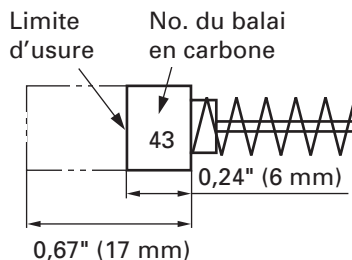

Fig. 30
4. **Contrôle des balais en carbone (Fig. 30)**
REMARQUE: Utiliser le balai en carbone HITACHI No. 43 indiqué sur la Fig. 30.